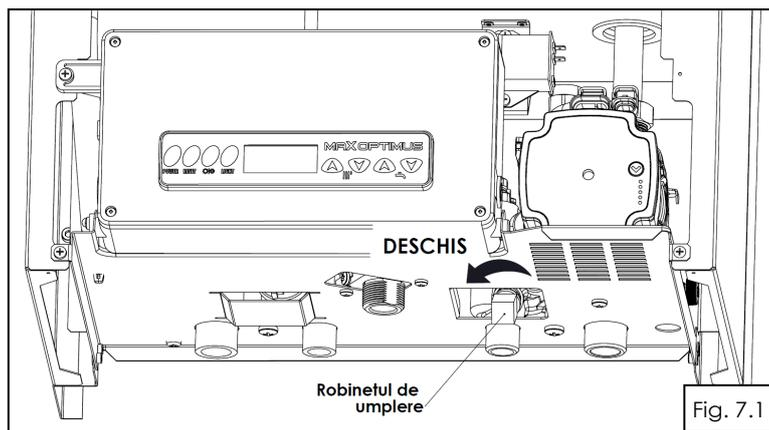

Fig. 7.1
- se deschide robinetul de umplere (fig. 7.1) al centralei si cele ale instalatiei de termoficare/apa menajera;